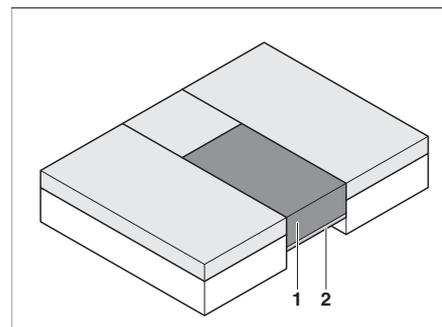

Fig. 84 Dopo la trasformazione
- Collocare il cuscino aggiuntivo (Fig. 84,1) sul telaio portamaterasso (Fig. 84,2) estratto.